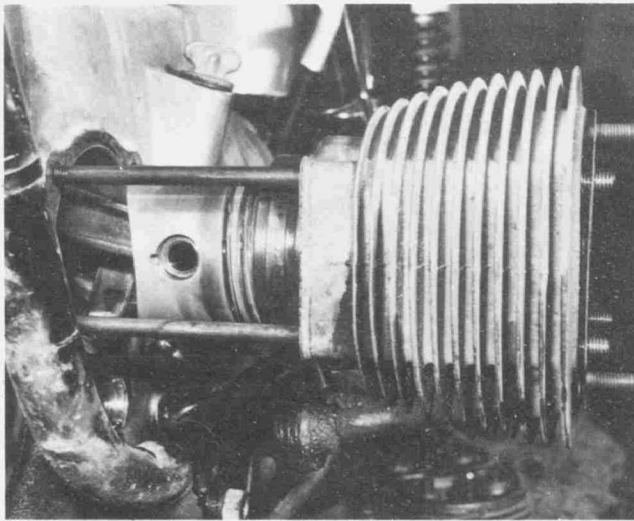

Bild 21
- Die Zylinderbuchsen und die aus Metall hergestellten Zylinderfuss-Dichtungen von den Zugankerschrauben abziehen. Die Stößelstangen-Schutzrohre sowie die Dichtbuchsen bleiben an den Zylinderbuchsen befestigt. Die linke bzw. rechte Zylinderbuchse kennzeichnen, um das Wiedereinbauen in der gleichen Lage zu gewährleisten (Bild 21).